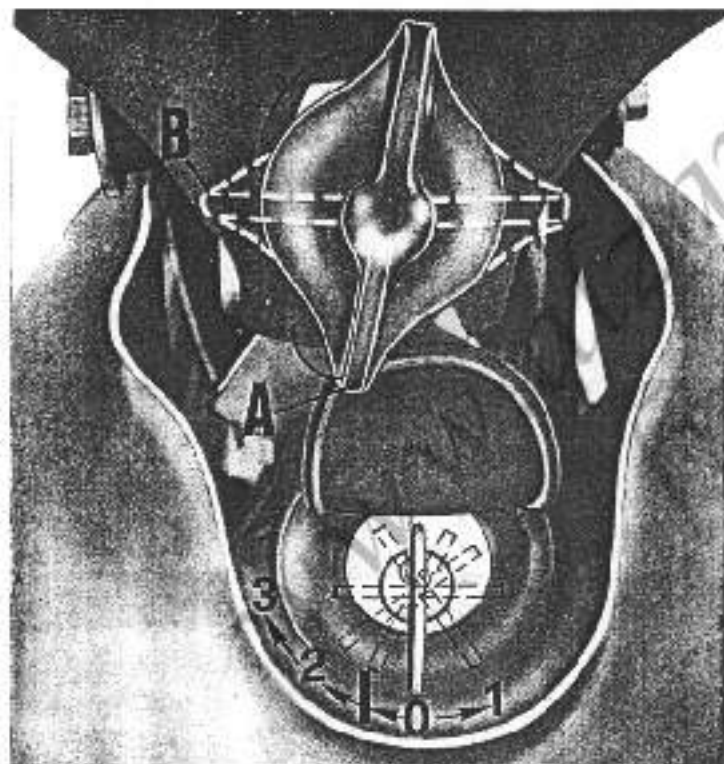
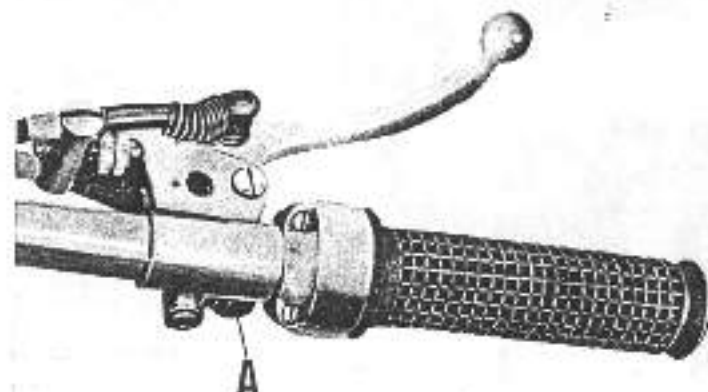

Fig. 7
Fig. 8
Commutatore per l'inserimento degli utilizzatori o comando avviamento (vedere fig. 7)
(ved. A di fig. 8)
(vedere fig. 8)
(vedere fig. 7)
- la chiave sul commutatore generale sia in posizione « 2 » (vedere fig. 7);
Dopo i suddetti controlli portare la manopola gas a $\frac{1}{4}$ di apertura (girata verso il pilota), indi premere il pulsante di avviamento (che si trova sul lato destro del manubrio) (vedere « A » di fig. 8), o girare la chiave sul commutatore generale in posizione di avviamento (« 3 » di fig. 7). Avviato il motore, prima di riportare la levetta di comando dispositivo di avviamento « Starter » in posizione di marcia (orizzontale) vedere « B » di fig. 16, lasciare girare il motore a vuoto e a basso regime per qualche minuto nella stagione calda e qualche minuto nella stagione fredda in modo che l'olio possa raggiungere tutti i punti da lubrificare e che i cilindri possano riscaldarsi sufficientemente.
A motore caldo non bisogna portare la levetta comando « Starter » in posizione di avviamento (vedere « A » di fig. 16), perché aumentando l'immissione di benzina, la carburazione diventerebbe troppo grassa, creando difficoltà di avviamento. Quando il motore è troppo caldo e l'avviamento risulta difficile, è opportuno ruotare completamente la manopola comando gas (verso il pilota) prima di premere il pulsante di avviamento sul manubrio o girare la chiave del commutatore generale in posizione di avviamento « 3 » (vedere fig. 7).
Chiudere il gas, portare la leva del cambio in posizione di folle, ed a veicolo fermo portare la chiave sul commutatore generale in posizione « I » (vedere fig. 7) indi estrarla.